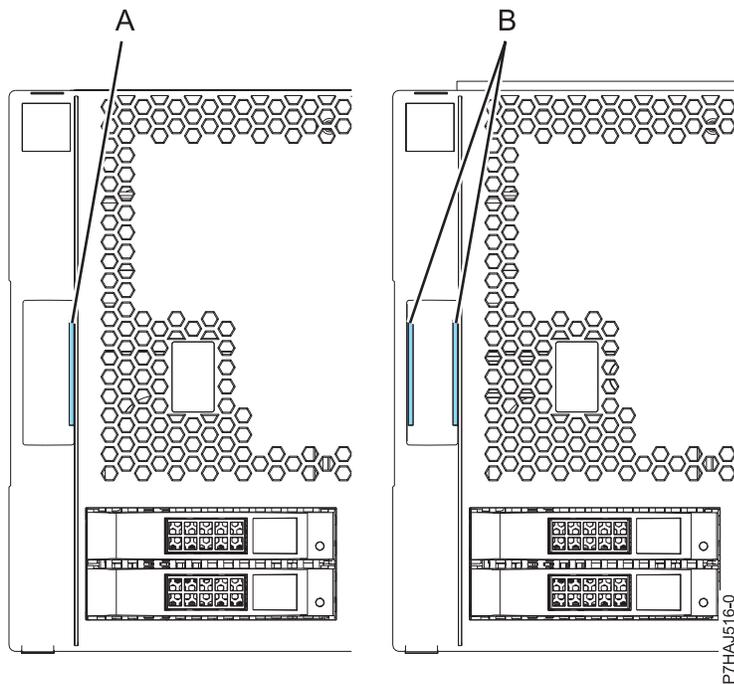

Figura 23. Identificación de las cubiertas antiguas y nuevas
**Nota:** Las cubiertas antiguas que se distribuyeron antes del 1 de marzo de 2011 se pueden identificar por una única banda azul (A) en los pestillos de las cubiertas. Las nuevas cubiertas distribuidas después del 1 de marzo de 2011 tienen dos rayas azules (B) en los pestillos de las cubiertas. Consulte Figura 23 en la página 45.